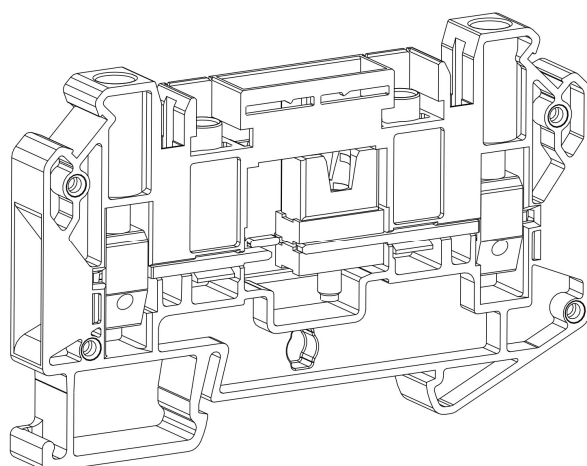

Рисунок 33 – зафиксированный размыкатель
- Извлеките отвертку – винт зафиксирует размыкатель (рис. 33).